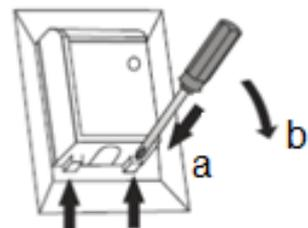

Abb. 10 Netzanschlussdose
- Den Backofen vollständig in den Umbauschrank schieben. Mit vier Schrauben an den auf der Skizze Abb.10 dargestellten Stellen in dieser Position sichern.
- alle 4 Befestigungsschrauben lösen Abb.10